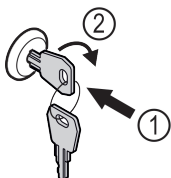

Fig. 190 Représentation à titre d'exemple
- Insérer la clé Fig. 190 (1).
- Tourner la clé à 90° dans le sens horaire Fig. 190 (2).